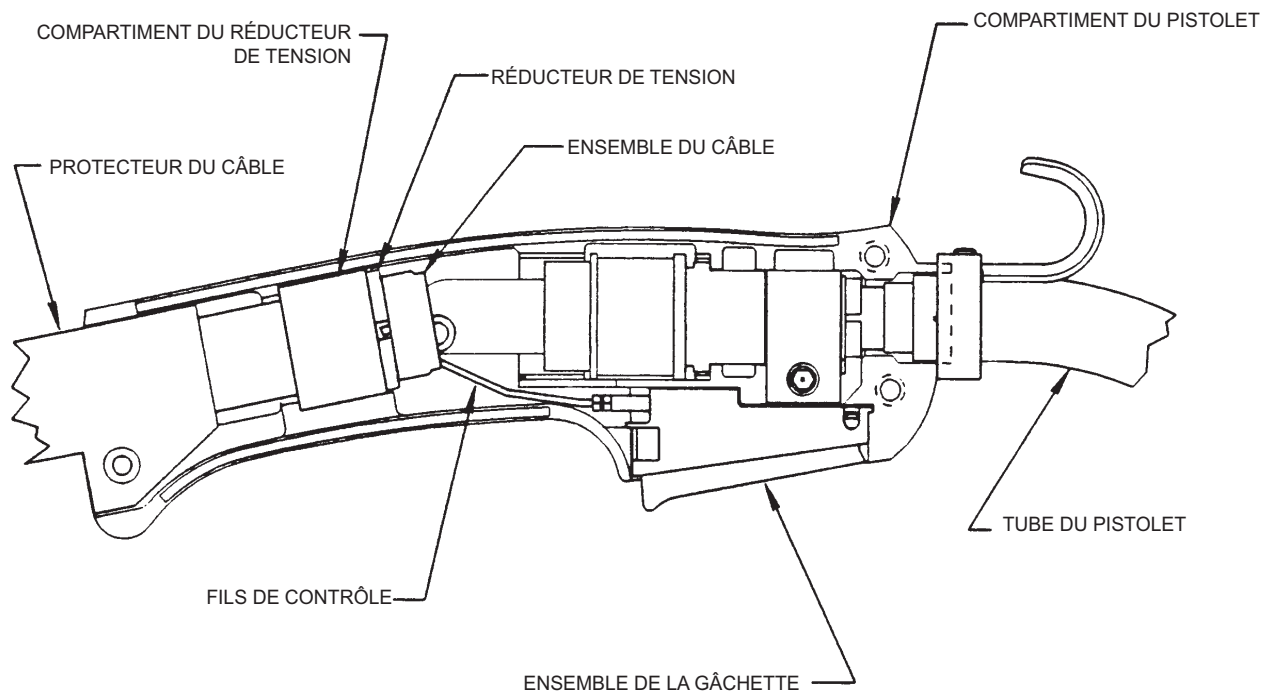

Figure 4
- k. Assembler le câble du côté gauche de la poignée du pistolet. Assembler la gâchette dans la cavité correcte de la poignée. Assembler le côté droit de la poignée du pistolet et serrer les trois vis qui maintiennent les deux moitiés de la poignée ensemble. Se reporter à la Figure 4.